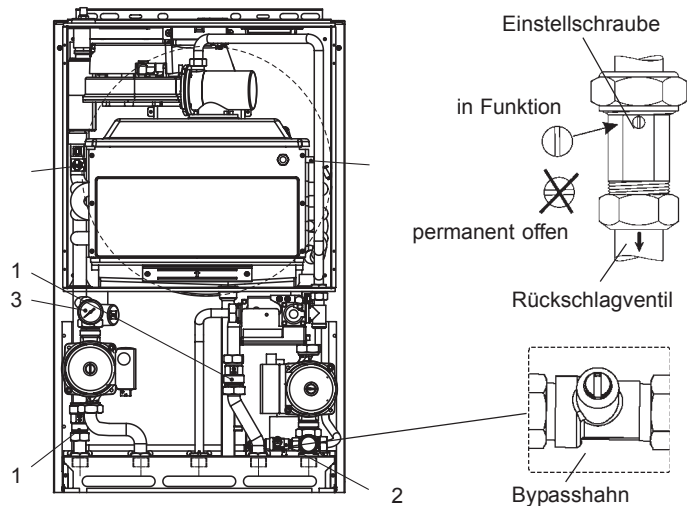

Abb. 5.7
- Befüllen Sie die Heizungsanlage auf 1,5 bis 1,8 bar und überprüfen Sie den Anlagendruck am Gerätemanometer (Pos. 3, Abb. 5.7) oder in der Displayanzeige im Abfragemodus Parameter 6 (siehe Kap. 7.5).